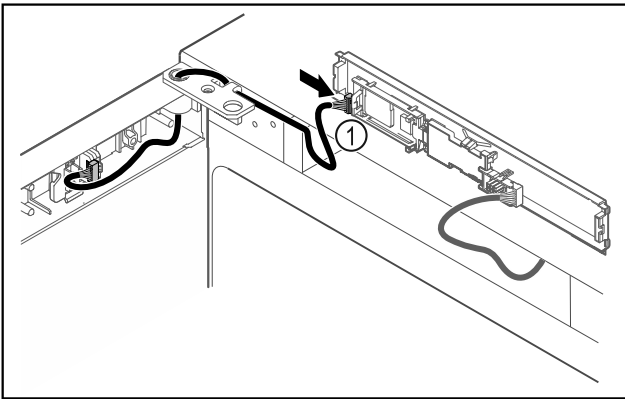

Fig. 47
- ▶ Dugja be a dugót Fig. 47 (1) a NYÁK-on.